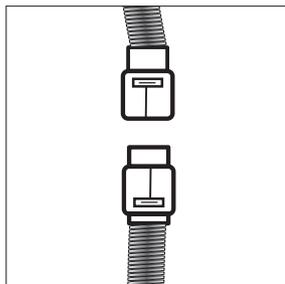

Рис. 17
- Соедините провод от двигателя с проводом от панели управления при помощи влагозащищенного разъёма (Рис. 17).